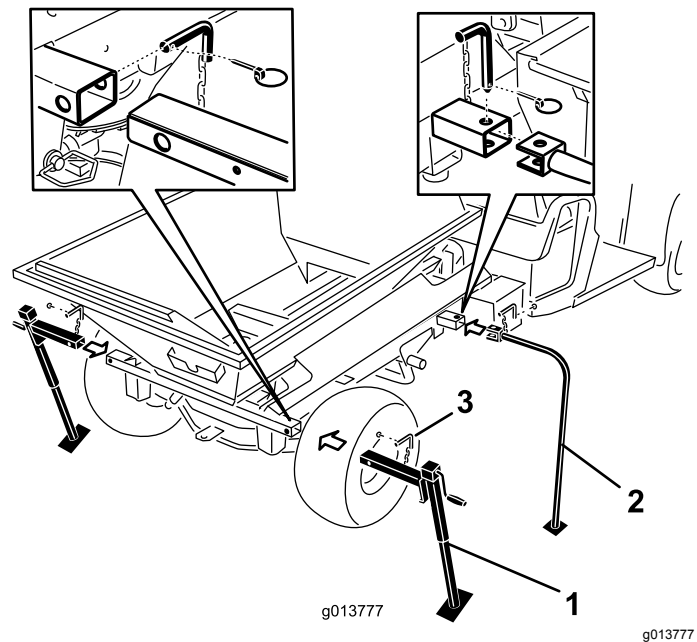

图49
7. 将前存放支柱和后支架千斤顶插入机器管中并用锁定销进行固定图49。